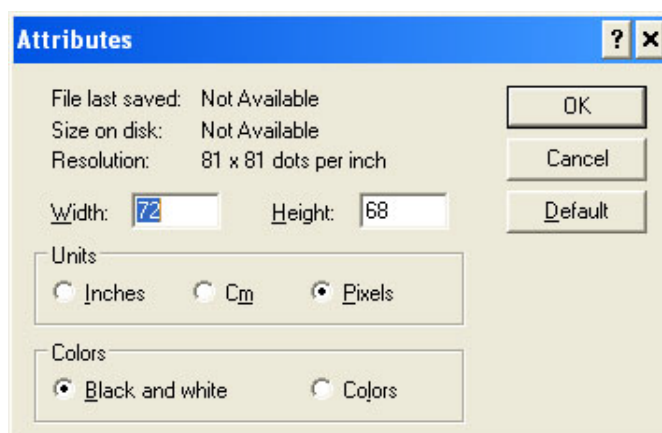

Figura 5-45. Atributos de la imagen
- c. Seleccionar el formato de color de las imágenes como Blanco y negro . (Consulte la Figura 5-45)